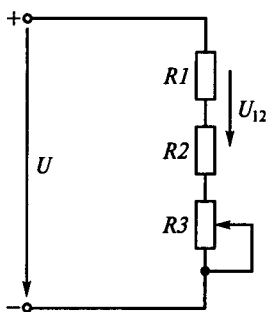

Рис. 26
**1.40.** Как изменится напряжение  $U_{12}$  на резисторах  $R_1$  и  $R_2$  в схеме на рис. 26, если движок реостата  $R_3$  переместить вниз?